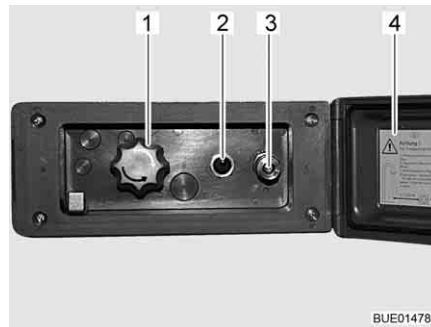

Bild 156 Duschanschluss außen
- Deckel (Bild 156,4) entriegeln und öffnen.
- Schlauch der Außendusche am Schnellverschluss (Bild 156,3) anschließen.
- Wasserpumpe mit Schalter (Bild 156,2) einschalten.
- Wassertemperatur mit Drehknopf (Bild 156,1) nach Wunsch einstellen.
- Wasserpumpe mit Schalter (Bild 156,2) ausschalten.
- Deckel (Bild 156,4) schließen und mit Schlüssel verriegeln.
- Drehknopf (Bild 156,1) auf Mittelstellung stellen.